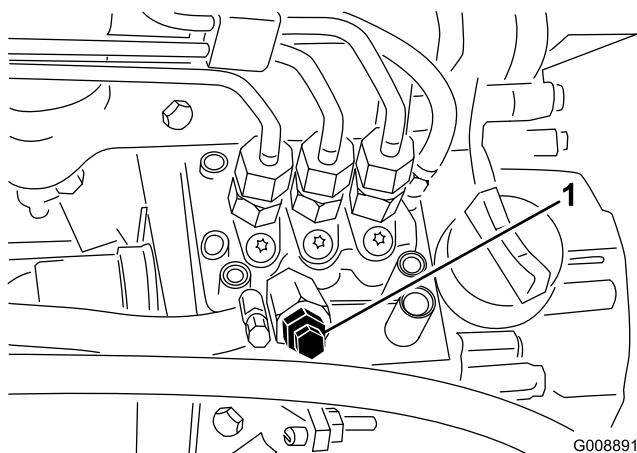

Figura 41
3. Desaperte o parafuso de purga que se encontra na bomba de injeção de combustível (Figura 41).